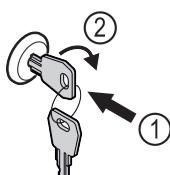

Fig. 240
- Вставьте ключ. Fig. 240 (1)
- Поверните ключ на 90° по часовой стрелке. Fig. 240 (2)